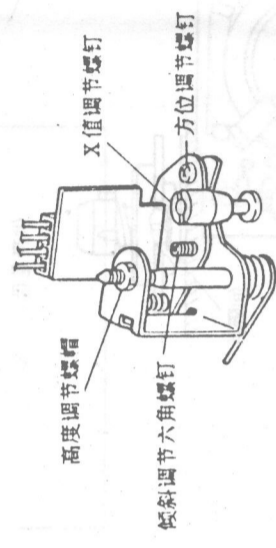

图 55
② 倾斜调节六角螺钉, 方位调节螺钉: 须使磁头基座(1)和(2)相平行, 如图 55 所示;